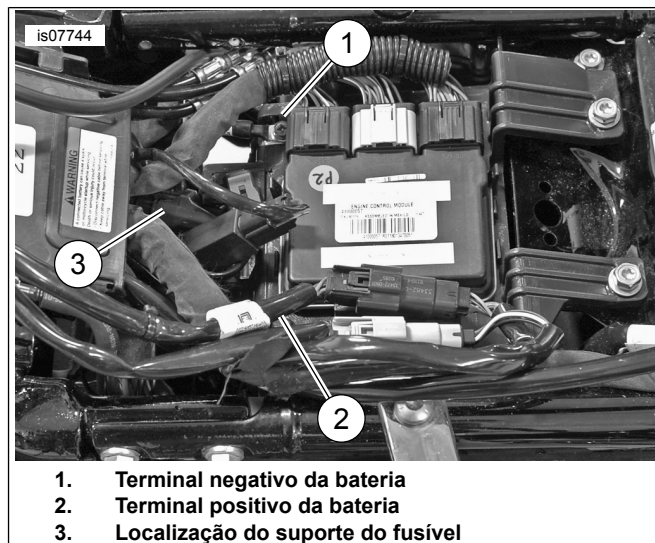

Figura 5. Conexão da bateria
8. Veja Figura 5. Instale o fio pela tampa. Tampe todos os conectores com pinos com um plugue de proteção para 4 pinos (peça N.º 72632-10). Use o plugue de proteção que vem com o conector [313] no chicote de fios 692000478, ou com o conector [162] do chicote de fios de carenagem do equipamento original de fábrica.